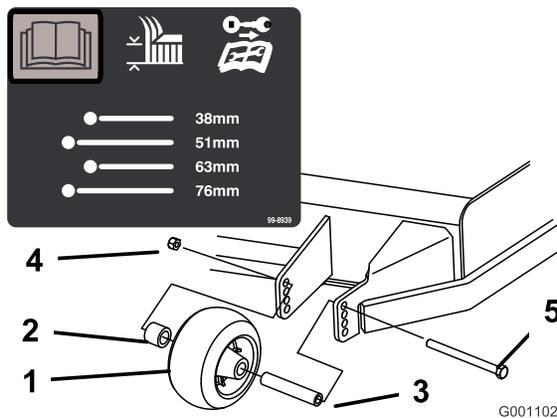
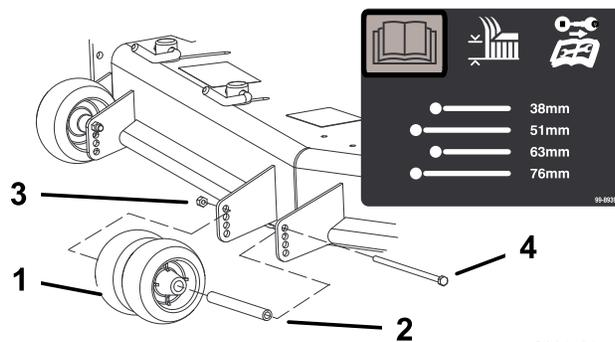
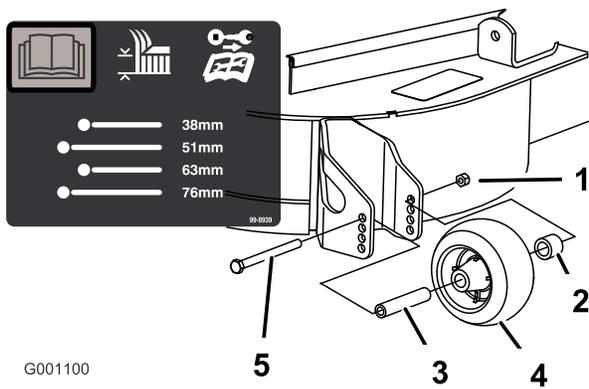

Figura 20
Figura 21
Figura 22
3. Dopo avere regolato l'altezza di taglio, regolate i rulli togliendo il dado flangiato, la boccola, il distanziale e il bullone (Figura 20, Figura 21 e Figura 22).
**Nota:** I 2 rulli centrali sono privi di distanziale (Figura 21).
5. Montate il dado flangiato, la boccola, il distanziale ed il bullone. Serrate il bullone a un valore compreso tra 54 e 61 N·m (Figura 20, Figura 21 e Figura 22).